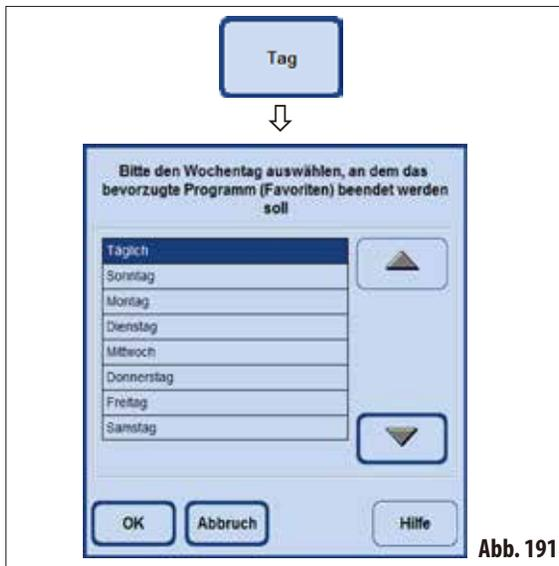

Abb. 191
- In der Liste den gewünschten Wochentag wählen und mit **OK** bestätigen (Abb. 191).